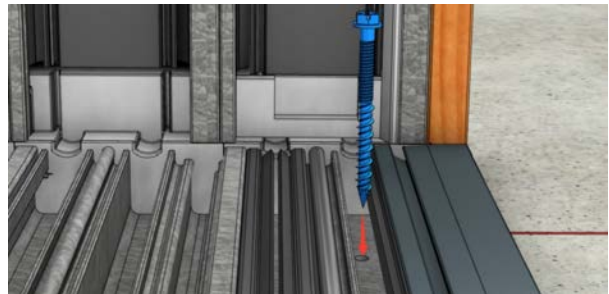

Fig 31
- Fije el umbral a través de cada agujero con un tornillo de al menos 2" adecuado para las condiciones de instalación. (Fig. 31)